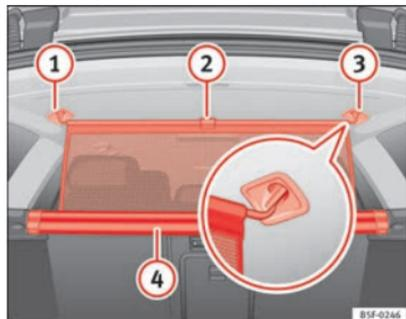

Abb. 98 Im Gepäckraum:
- Ziehen Sie die Lasche ⇒ Abb. 98 **2** nach oben, um das Netz aus dem Einsatz **4** zu nehmen.